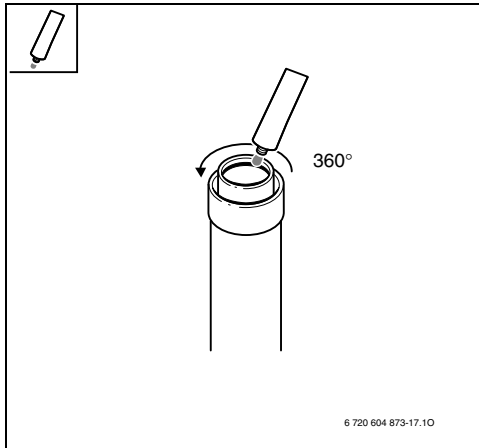

Fig. 31
► Aplicar un poco de grasa exenta de solventes (por ej. vaselina) en el sello/junta del lado del escape (Fig. 31 ).